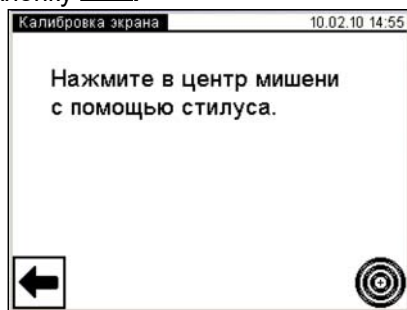

Рисунок 6.7
- 2) Перейти у вікно "Калибровка экрана", для чого у вікні "Настройка" натиснути на рядок "Калибровка экрана", на екрані з'явиться вікно "Калибровка экрана" (рисунок 6.7)